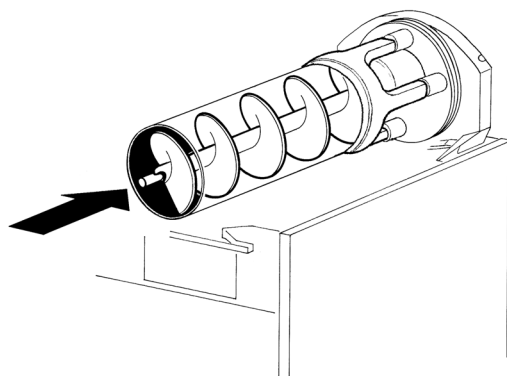

figura 13
- 2 - Lubricar el pistón grifo, el rascador interior (en los puntos A, B y C indicados en la figura 13) utilizando solamente la grasa suministrada por el fabricante u otro grasa para uso alimenticio.
- 5 - Enfilear el rascador interior en el evaporador. Poner atención a montar debidamente la junta posterior (ver figura 13).